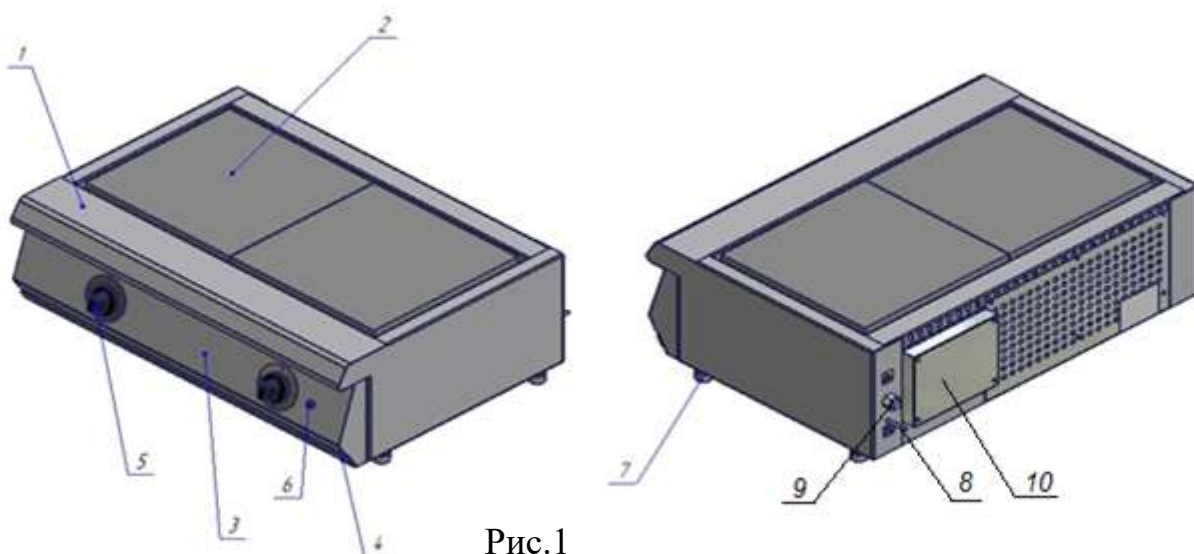

Рис.1
5.1. Основные части изделия указаны на рис.1 и перечислены в таблице 1.
7.2. Подключите плиту к эл. сети. Для этого снимите крышку (10) (см рис.1) и через кабельный зажим (9) подключите электропитание согласно схеме электрической (см. приложение 1).